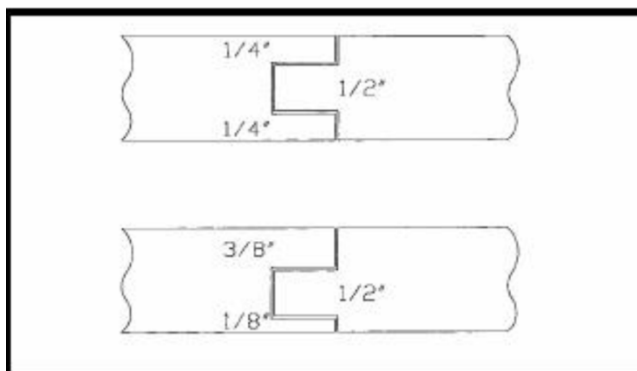
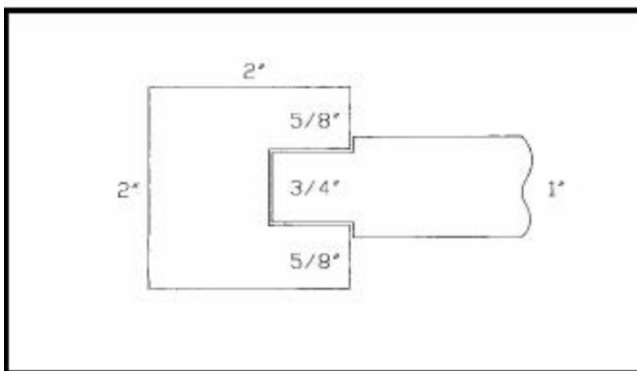

Рисунок 27
Рисунок 28
- При выполнении шипового соединения «в гнездо» ставится цель создать максимально плотную посадку и наибольшую площадь сопряжения деталей при склейке. Поэтому шип делается максимально длинным (примерно  $\frac{1}{2}$  ширины вертикальной стойки или длиннее, при использовании узких заготовок). Баланс стыка должен быть следующим: объем шипа равен суммарному объему стенок гнезда. Пример показан на Рис. 27. Если заготовки разные по размеру, делайте шип настолько массивным, насколько это возможно. См. Рис. 28.